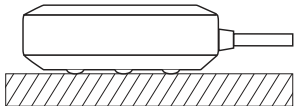

Рис. 5. Установка датчика на полу.
- Установка датчика на полу контактными пластинами вниз (см. рис. 5). Провод свободно лежит на полу. Точечные выступы на корпусе датчика не позволяют контактными пластинами касаться пола, что предотвращает ложное срабатывание датчика.